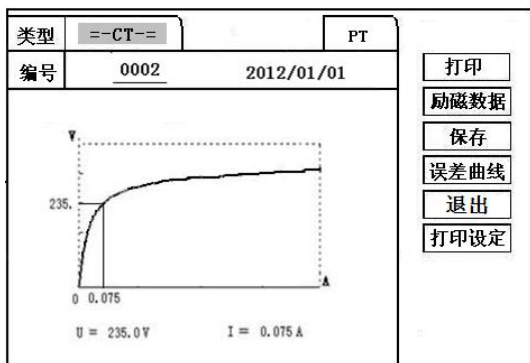

图 6, CT 励磁曲线图
试验时，光标在“**停止**”选项上，并不停闪烁，测试仪开始自动升压、升流，当测试仪检测完毕后，试验结束并描绘出伏安特性曲线图（如图 6）。
试验结束后，屏幕显示出伏安特性测试曲线（见图 6）。该界面上各操作功能如下：
**误差曲线**：在图 6 的界面中，将光标移至“误差曲线”选定后，屏上将显示伏安特性试验的误差曲线的设置（见图 8）。选定后计算出的误差曲线如图 9。